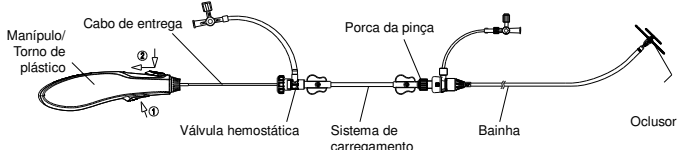

Figura 9. Ilustração da libertação do oclisor
- Mantenha a bainha a tocar no conector do oclisor e depois recue cuidadosamente o cabo até este se separar do oclisor. Finalmente, remova o cabo de entrega e a bainha do doente (ver **Figura 9**).